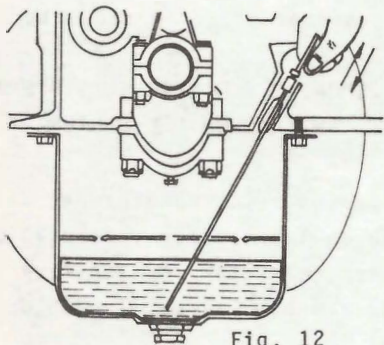

Fig. 12
- b. Controle el nivel de aceite a través de la varilla (fig. 12).